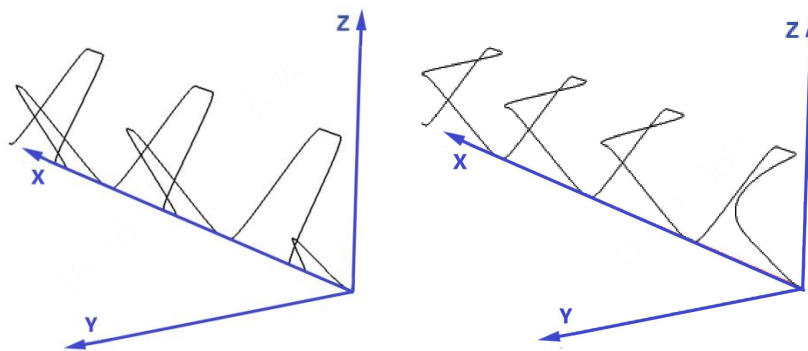

图 3-20 V 型（左）和三角（右）仰角示意图
(12) 仰角类型：仰角类型分为 V 型和三角，仅当摆弧形状为三角时候有效，如下图 3-20 所示。